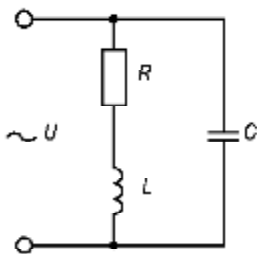

Рисунок 2.9
**Задача 2.6.** Определить ёмкость конденсатора, необходимую для создания в цепи (рис. 2.9) резонанса токов. Построить векторную диаграмму напряжения и токов, используя исходные данные из таблицы 2.6.